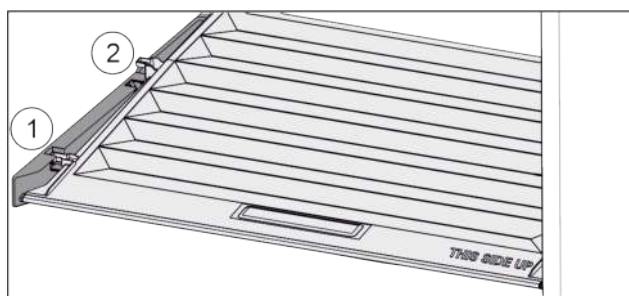

Fig. 141
- Deckel bis zur Öffnung in den Halteteilen nach vorne ziehen Fig. 141 (1).
- Hinten von unten anheben und nach oben wegnehmen Fig. 141 (2).